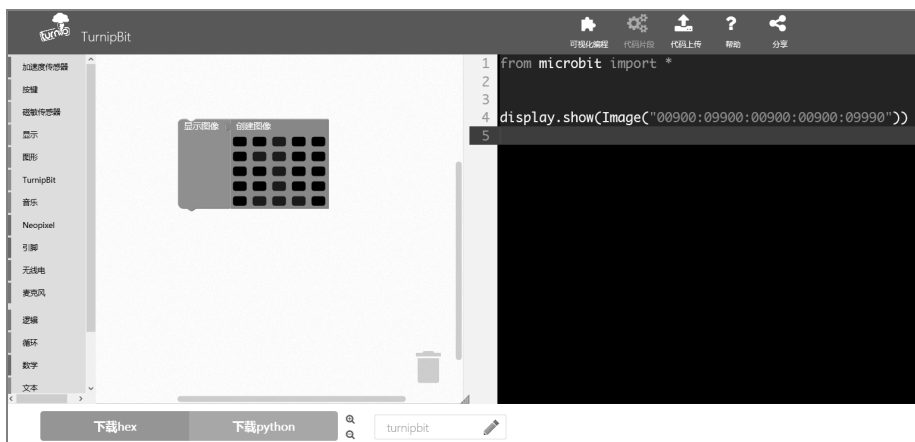

图 3-5 绘出数字 1
① 从块选择区找到“显示”块，并将“显示图像”拖动到模块编辑区，然后从“图形”块中找到“创建图像”并拼插在“显示图像”的后面，最后在“创建图像”中绘出数字 1，如图 3-5 所示。